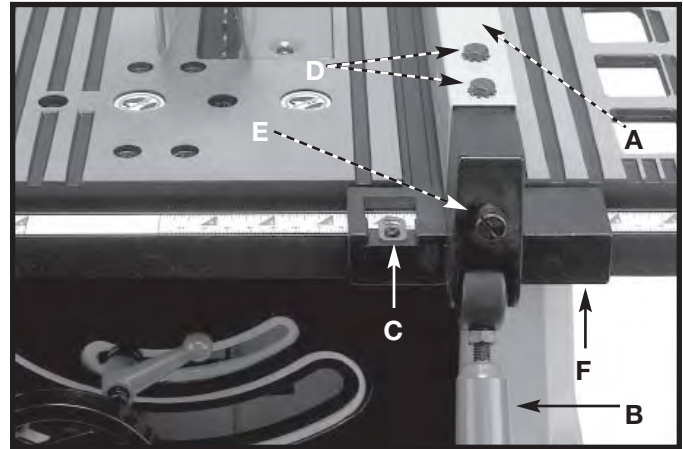

Fig. 33
1. Mueva la guía de corte (A), Fig. 33, a lo largo de la mesa, levante la palanca de bloqueo de la guía (B), deslice la guía hasta la ubicación deseada en la mesa y presione la palanca de bloqueo de la guía hacia abajo.
4. Coloque la guía de corte junto a la ranura de la guía de inglete (Fig. 33). Asegure la guía a la mesa empujando la palanca de bloqueo (B) hacia abajo. El borde de la guía debe quedar paralelo a la ranura de la guía de inglete.
6. Ajuste la acción de sujeción de la guía (A), Fig. 33, elevando la palanca de bloqueo (B) y girando el tornillo (E) en el sentido de las agujas del reloj para aumentar la acción de sujeción de la guía, o en el sentido inverso de las agujas del reloj para disminuirla.